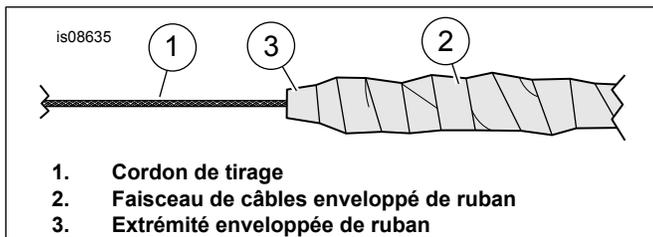
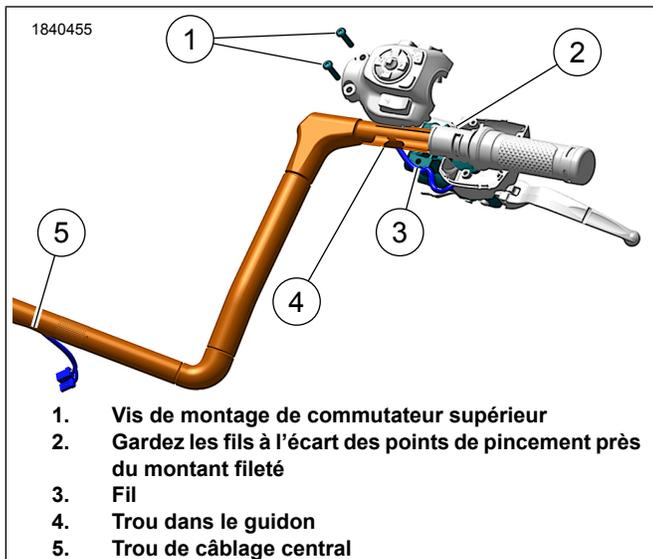

Figure 2. Cordon de tirage et faisceau de câbles
Figure 3. Acheminement du fil du boîtier du commutateur
1. Décalez les connecteurs de façon à ce qu'ils ne soient pas au même endroit le long du harnais (2).
- a. Voir la Figure 2. Acheminez un cordon adapté (1) à travers le guidon.
- c. Enroulez le ruban (2) sur le harnais.
- d. Le ruban devrait devenir plus étroit à son extrémité (3) et être flexible afin de l'acheminer plus facilement dans le guidon.
3. Voir la Figure 3. Avec le guidon placé sur une surface lisse et douce, extrémités de poignées orientées vers le haut, acheminez doucement le faisceau de fils du commutateur droit dans l'ouverture sur la face inférieure du **nouveau** guidon et vers la grande ouverture au centre de la barre.